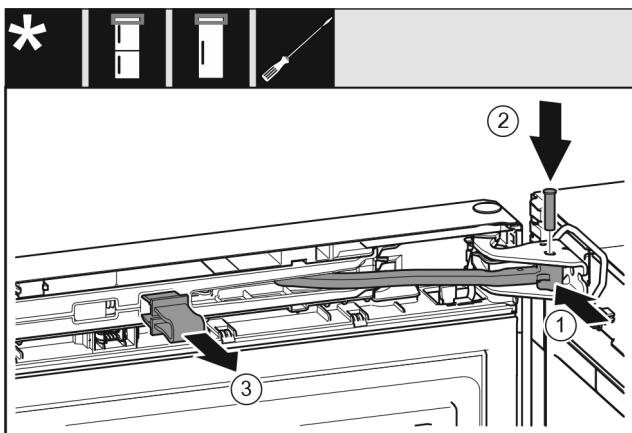

Fig. 53
- Gelenk Fig. 53 (1) in Lagerbock drehen.
- Bolzen Fig. 53 (2) in Lagerbock und Gelenk einsetzen. Dabei darauf achten, dass der Rastnocken korrekt in der Nut sitzt.
- Sicherung Fig. 53 (3) abnehmen.